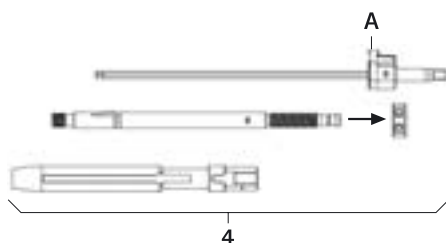

Fig. 1
- Démontage du levier de réduction 4, voir Fig. 1: appuyer fortement sur le bouton **A** et retirer le tournevis FW234R.